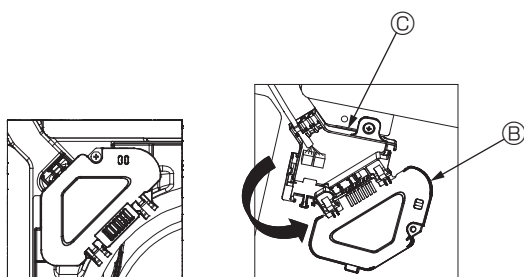

Fig. 7-5
- ③ Retirez la vis de fixation du couvercle de la boîte de raccordement, puis ouvrez le couvercle. (Fig. 7-5)
- ④ Placez le connecteur du fil de jonction dans la boîte de raccordement.
- ⑤ Installez le couvercle des fils et le couvercle de la boîte de raccordement.